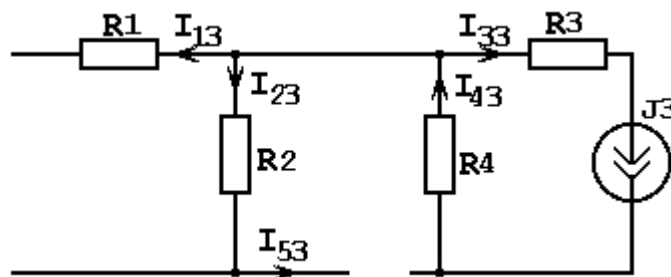

Рисунок 1.58
3.1. Указываем условно-положительные направления токов в ветвях (рисунок 1.58).
3.2. Токи $I_{13} = 0$, $I_{23} = 0$, так как из-за разрыва цепи на участке исключения источника J_2 из схемы (рисунок 1.58), воздействие источника тока J_3 на элементы R_1 и R_2 исключено.